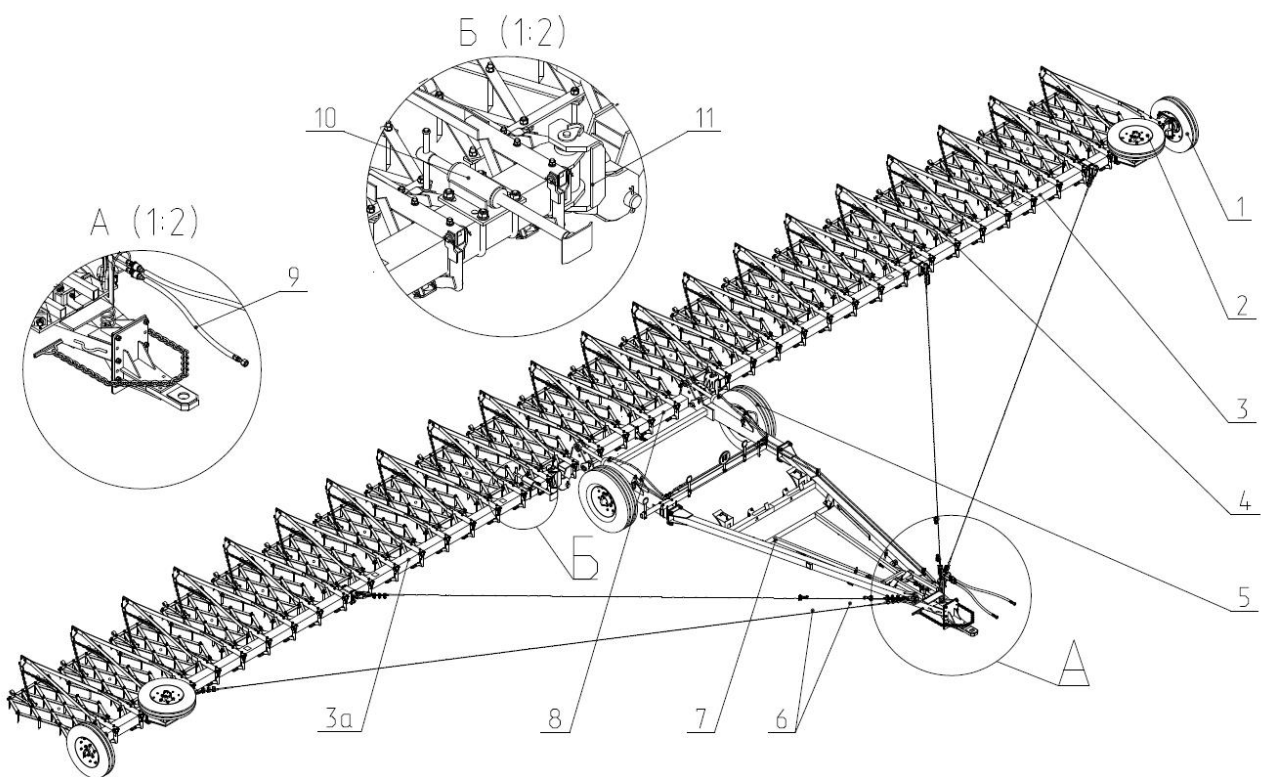
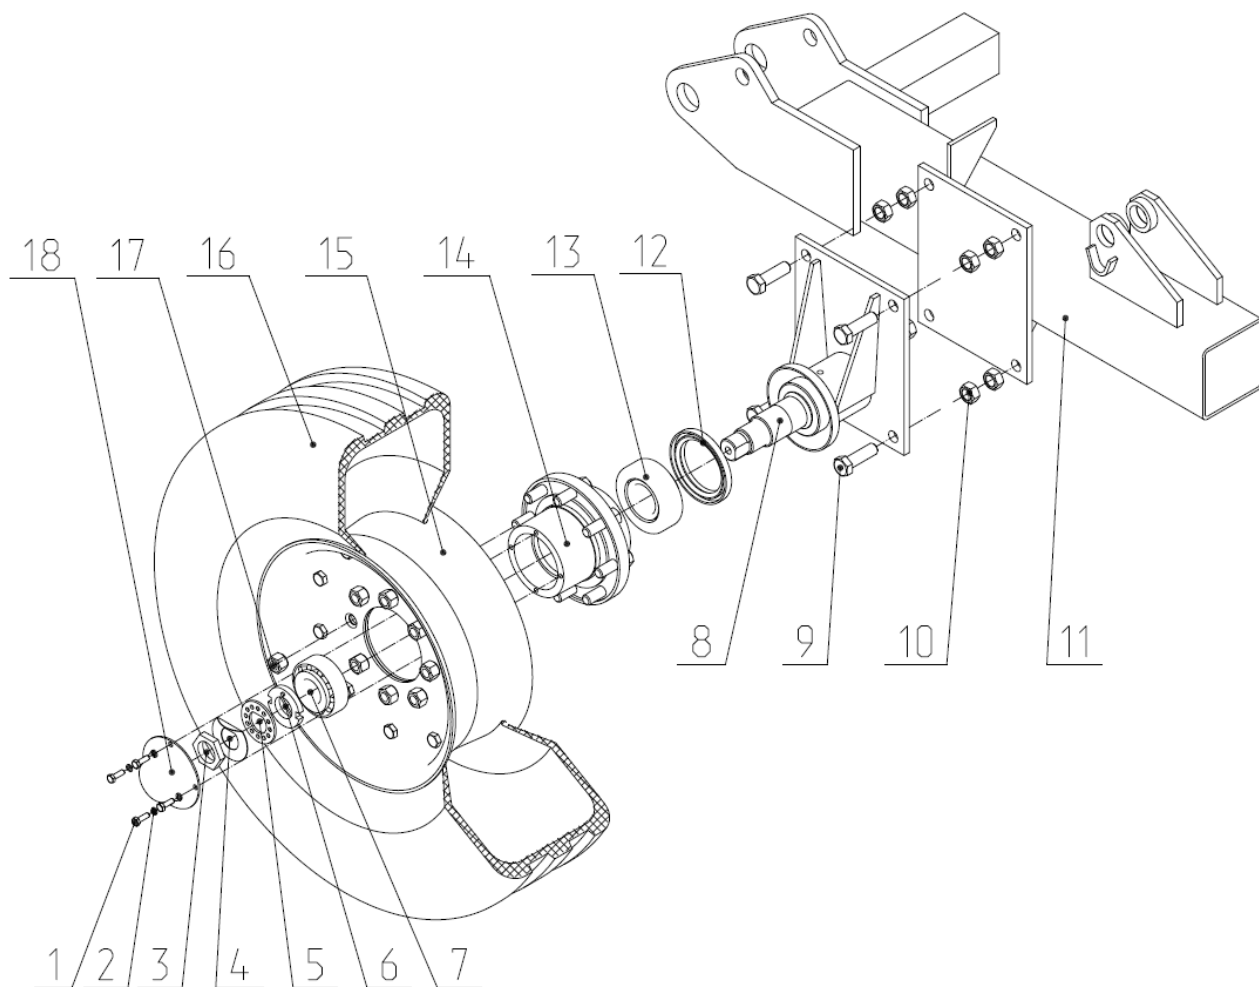
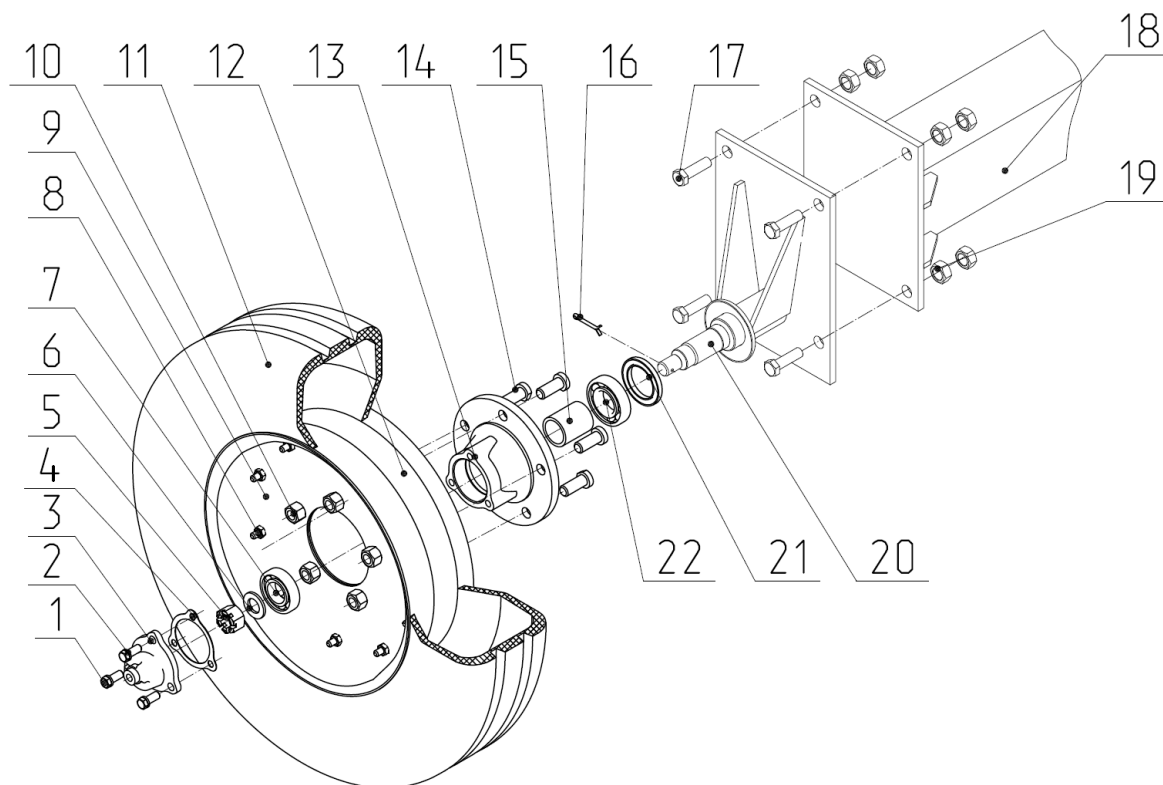

Рис.1 Борона широкозахватная БШ-21
Рис.7 Колесо в сборе СГВ 03.010.
Рис.8 Колесо в сборе СГВ 03.050.
2.1 Борона широкозахватная БШ-21 (рис.1) состоит из сннца 7 предназначенной для присоединения бороны к тяговому средству, на сннце шарнирно закреплена балка центральная 8, балки боковые 3, 3а через крестовину 11 присоединены к центральной балке, шарнирное соединение боковых и центральной балки позволяет бороне лучше приспосабливаться к рельефу почвы по ширине захвата. Сница опирается опорные колеса 5, а боковые балки на колеса 1 в рабочем положении или 2 в транспортном. На балках закреплены навески борон 4. Боковые балки удерживаются в рабочем положении растяжками тросового механизма 6. Подъем рабочих органов бороны из рабочего положения в транспортное и наоборот обеспечивают два гидроцилиндра соединенных с гидрооборудованием трактора гидросистемой 9. Сница бороны при установке ее на стоянку опирается на стояночную опору 10.
2.1.7 Установка центральных колес 5 (рис.1) на сницу осуществляется следующим образом. Ось колеса 8 (рис.7) фланцем крепится к фланцу сницы при помощи болтов 9. Ступица 14 установлена на оси колеса на двух подшипниках 7 и 13, которые фиксируются гайкой 6. С одной стороны ступица закрывается колпаком, а с другой - защитной шайбой, приваренной на оси колеса. Шина 16 с камерой смонтирована на диске 15, а диск посажен на ступицу и закреплен гайками 17.
2.1.7.1 Установка крайних колес 1 (рис.1) на концах боковых балок осуществляется идентично центральному. Ось колеса 20 (рис.8) крепится фланцем к торцовому фланцу боковой балки 18 при помощи болтов 17 и гаек 19. Ступица 13 устанавливается на оси колеса на двух подшипниках 7 и 22, которые фиксируются гайкой 5. С одной стороны ступица закрывается колпаком 3, а с другой - защитной шайбой, приваренной на оси колеса. Шина 11 с камерой смонтирована на дисках 12, а диски, собранные болтами 14 с гайками, посажены на ступицу и закреплены гайками 10.